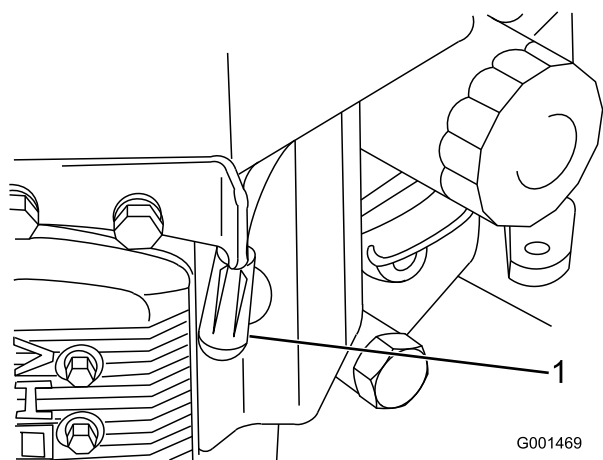

Figure 38
3. Débranchez la bougie (Figure 38).